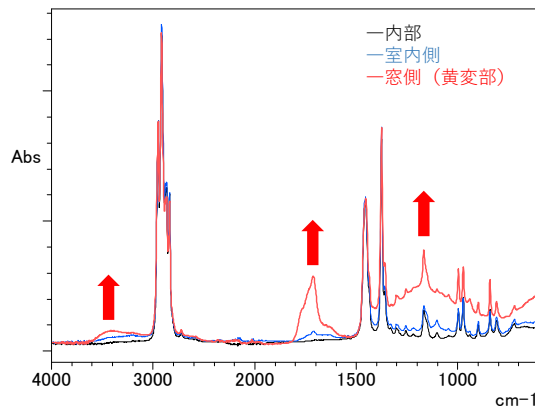
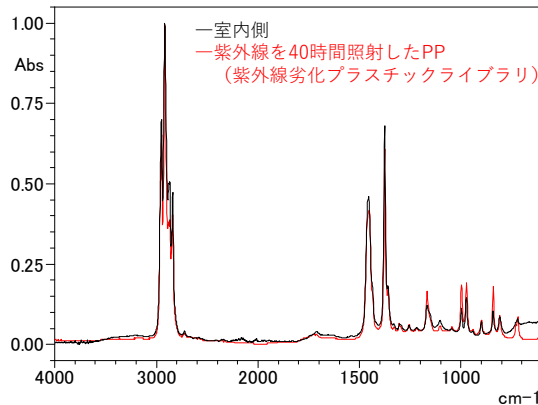
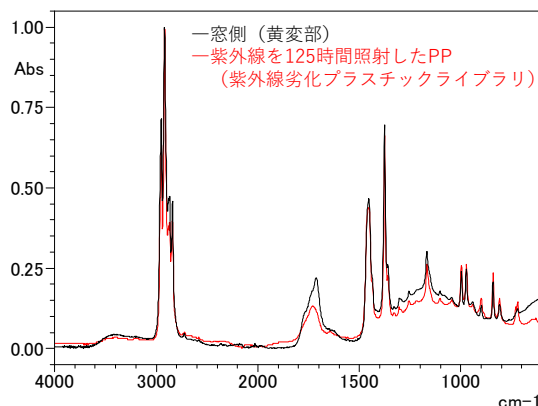

図4 Plastic Analyzerによる赤外スペクトルの測定結果
図5 ライブラリ検索結果 (室内側)
図6 ライブラリ検索結果 (窓側)
Plastic Analyzerによる赤外スペクトル測定結果の重ね描きを図4に示します。ブラインド部品の内部は、紫外線劣化プラスチックライブラリより、紫外線未照射のポリプロピレン (PP) に該当すると考えられます。室内側は、紫外線を40時間照射したPPと同等のスペクトルを示しました (図5参照)。窓側 (黄変部) は、紫外線を125時間照射したPPと同等のスペクトルを示しました (図6参照)。